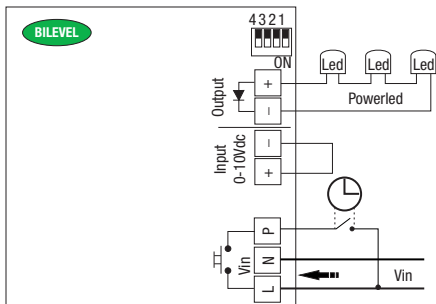

Fig. 5 - RN9160
**D - Funzione Detector** - Fig. 5 - Questa funzione permette tramite comando su ingresso pulsante (ad esempio rilevatore di presenza) di ottenere: luce massima contatto chiuso, dopo 60 secondi dall'apertura del contatto la luce si porterà automaticamente al 10%, trascorsi 10 minuti senza ulteriori comandi dal rilevatore la luce si spegnerà automaticamente (Es. B) - (RN9160)
**D - Detector function** - Fig. 5 - by means of the control located on the input of the button (e.g. movement detector), this function allows the user to obtain: closed contact maximum light: after 60 sec. from the opening of the contact, light shall automatically move to 10%; after 10 min without no further commands from the detector, the light shall automatically turn off (Ex. B) - (RN9160).